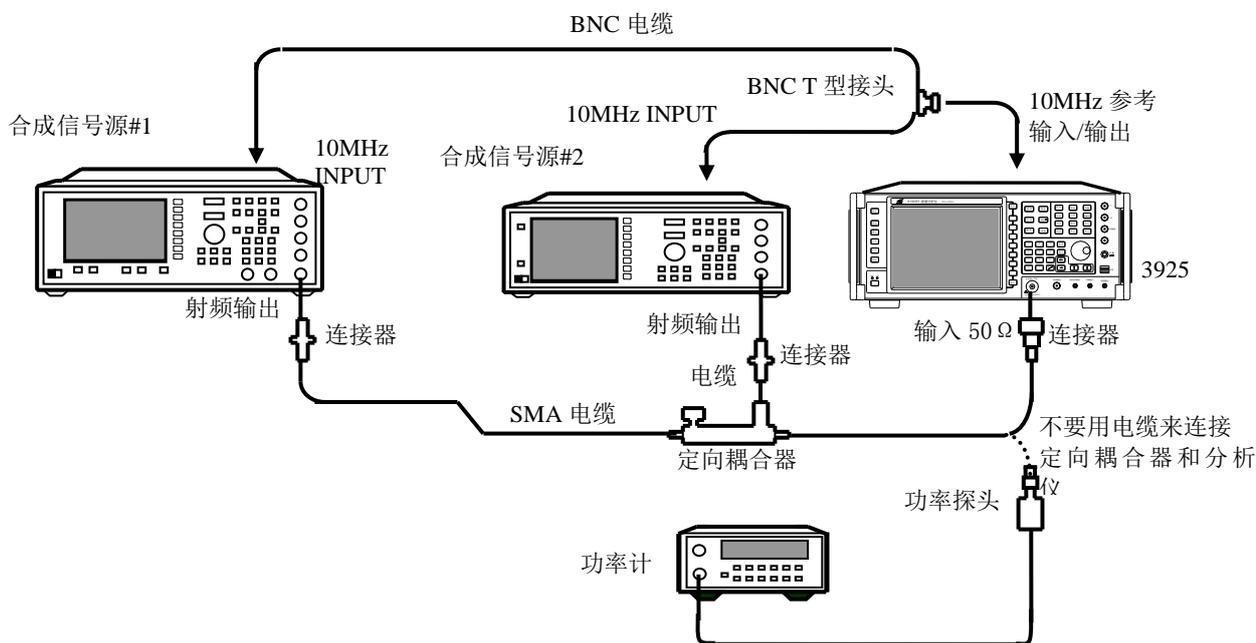

图 5-8 1dB 增益压缩测试
- 2) 按图 5-8 连接测试设备。3925 为两台合成信号发生器提供频率参考。定向耦合器作为信号合成器使用。信号发生器 1 的输出接入定向耦合器的输出端口，信号发生器 2 的输出接入定向耦合器的耦合端口。定向耦合器的输入端口接到 3925 的射频输入端口。